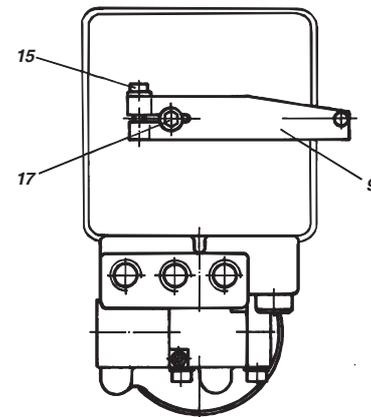

Abb. 17: Befestigen des Anlenkhebels
- e) Anlenkhebel **9** für Schwenkantrieb zunächst so auf der Durchführungswelle **17** befestigen, wie in Abb. 17 dargestellt.